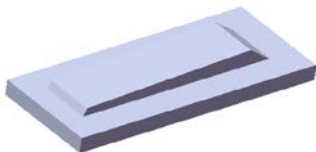
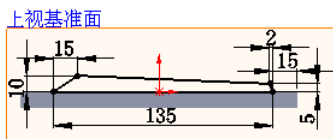

图 12.2.4 凸台一拉伸 2
图 12.2.5 横断面草图
(3) 定义拉伸深度属性。
① 定义深度方向。采用系统默认的深度方向。
② 定义深度类型和深度值。在“凸台一拉伸”对话框 **方向 1** 区域的下拉列表中选择 **给定深度** 选项，在  中输入深度值 10.0。
(4) 单击  按钮，完成凸台一拉伸 1 的创建。
Step3. 创建图 12.2.4 所示的零件基础特征——凸台一拉伸 2。
(1) 选择命令。选择下拉菜单 **插入(I)** → **凸台/基体(B)** → **拉伸(E)...** 命令(或单击“特征(F)”工具栏中的  按钮)。
(2) 定义特征的横断面草图。
① 定义草图基准面。选取上视基准面作为草图基准面。
② 定义横断面草图。在草图环境中绘制图 12.2.5 所示的横断面草图。
③ 选择下拉菜单 **插入(I)** → **退出草图** 命令，退出草图环境，此时系统弹出“凸台一拉伸”对话框。